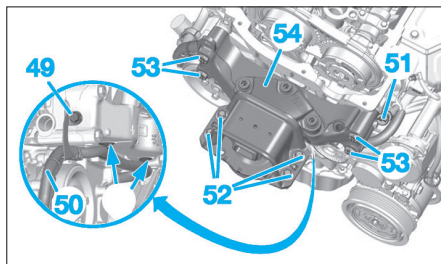

Fig. 22
- la vis (49) (Fig.22).
- Ecarter le faisceau (50).
- la jauge à huile (51),
- les vis (52) et (53),
- l'ensemble support moteur (54),